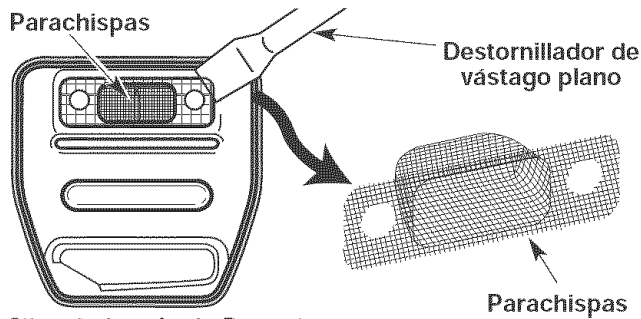

Fig. 17
4. Despegue cuidadosamente el parachispas con un destornillador de punta plana del orificio en bajo relieve (Fig. 17). Quite el parachispas del silenciador.
5. Limpie el parachispas con un cepillo de cerdas metálicas. Cámbielo si está dañado o si no lo puede limpiar completamente (Fig. 17).